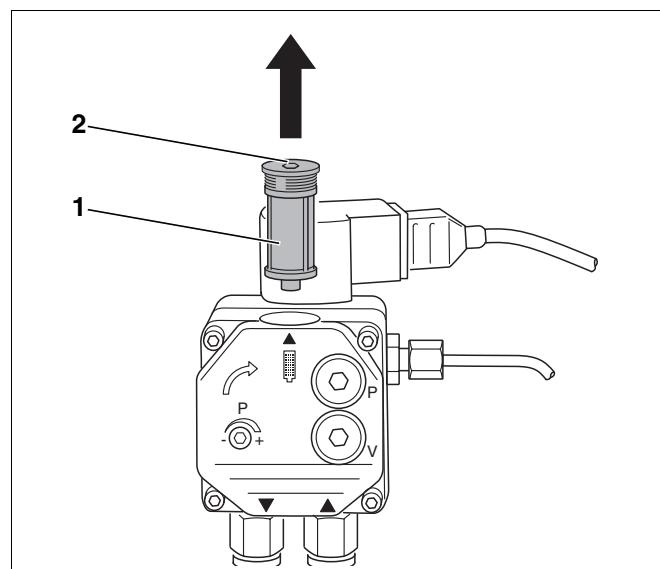

Рис. 20 Проверка фильтра топливного насоса Danfoss
- Открутить расположенный сверху винт с внутренним шестигранником (Рис. 20, **поз. 2**).
- Вынуть вверх фильтр топливного насоса (Рис. 20, **поз. 1**).
- Очистить фильтр топливного насоса (Рис. 20, **поз. 1**) промывочным бензином, если требуется, заменить его, и вновь установить на прежнее место.